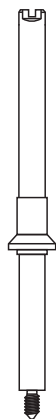

Figure 13 Tige de montage (G4513-20561)
- 1 Installation de la tige de montage de l'ALS (Figure 13) sur l'instrument :